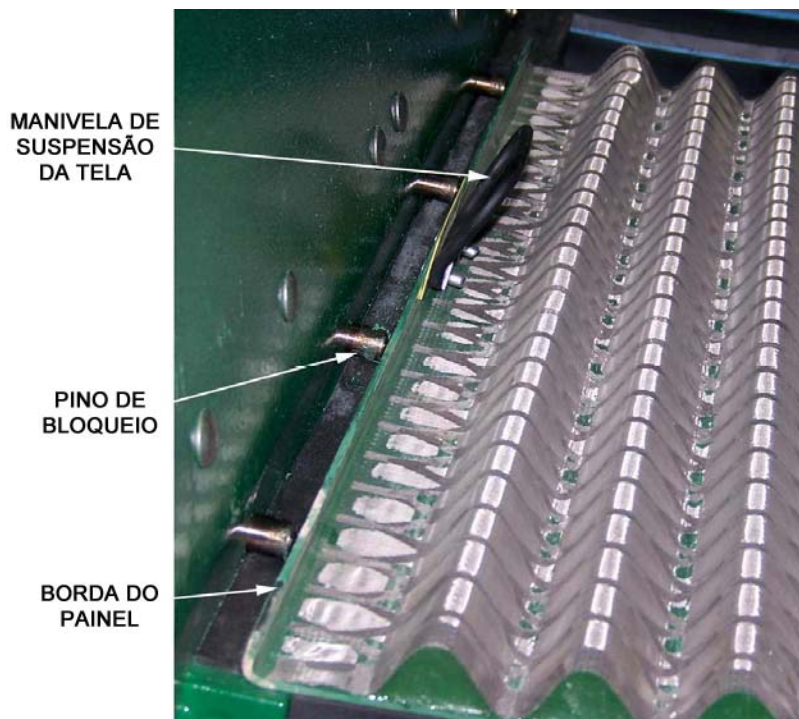

Figura 5-2 Instalação do Painel de Tela
3. Segure a alavanca de suspensão da(s) tela(s) solta(s) (Figura 5-2) e levante e remova a(s) tela(s) do leito de tela.